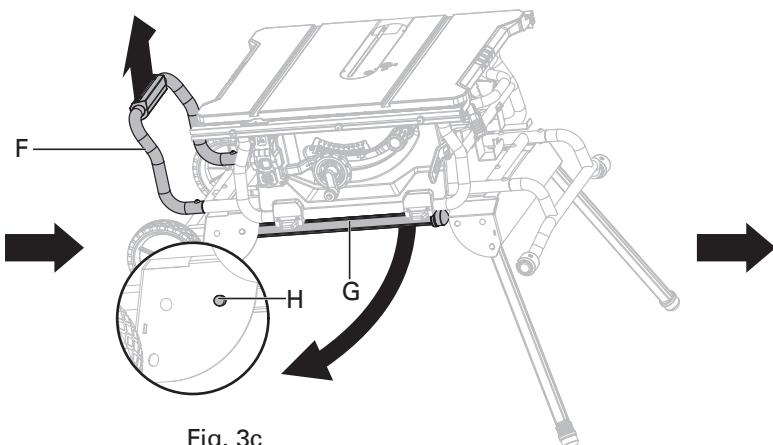

Fig. 3c
- Agarre el conjunto del caballete de soporte (F), levántelo hasta que las otras dos patas de soporte (G) dejen de tocar el suelo y, luego, saque las dos patas de soporte (G). Para ello, presione las clavijas de bloqueo (H) hasta que desbloqueen las patas de soporte (G) de los orificios y, luego, oscile las patas de soporte (G) hacia abajo hasta que las patas de soporte se bloquen con las clavijas de bloqueo (H) y encajen en los orificios (Fig. 3c). Asegúrese de que la sierra de mesa esté equilibrada con las cuatro patas de soporte sobre el suelo.